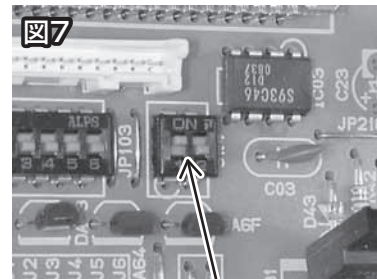

図7
④室外ユニット制御基板上の試運転スイッチ(SW4-1)をON。→図7